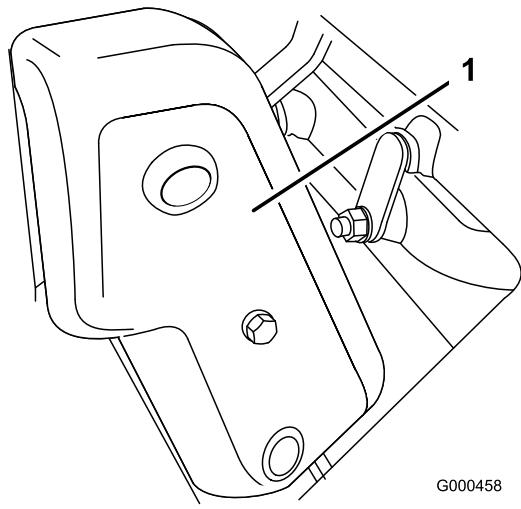

図 41
1. ベルト・カバー取り付けネジ（図 41）を外してベルトを露出させる。